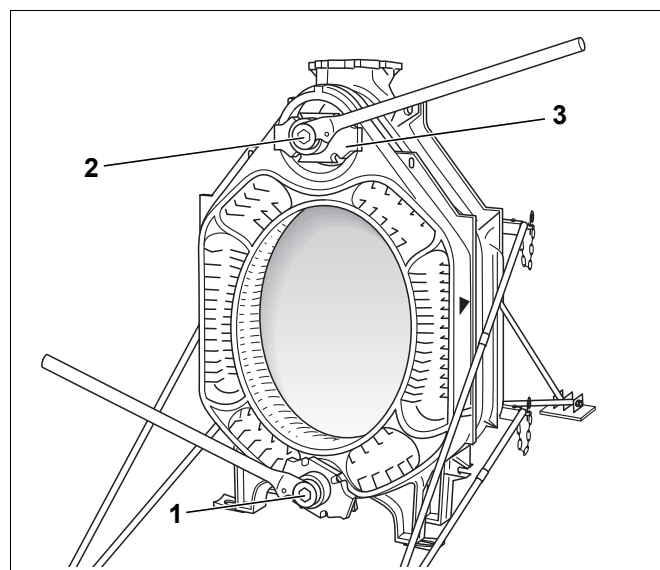

Fig. 19 Utilizzo degli strettai di montaggio
Utilizzare strettai di montaggio dimensioni 2.2 o 2.3 (fig. 4 o fig. 5 e fig. 19, [1] e [2]).
- ▶ Applicare le flange prementi (fig. 19, [3]) sui tiranti tramite dadi di serraggio (fig. 4, pag. 13 o fig. 5, pag. 13, [4]).